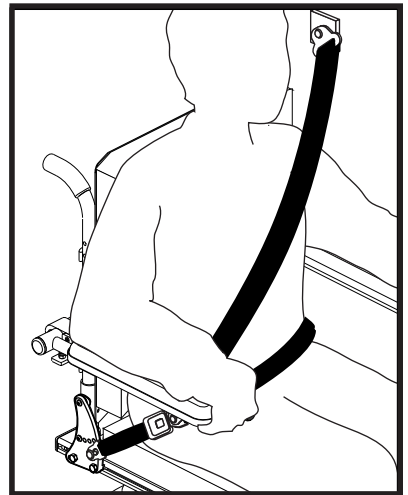

Abb. 14. Positionierung des Schultergurts
- Legen Sie den Schultergurt über die Mitte der Schulter und Brust und verbinden ihn mit dem Beckengurt, der am Boden des Fahrzeugs gesichert ist. **Siehe Abbildung 14.**